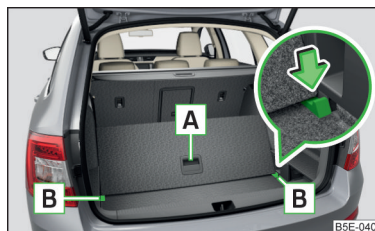

Fig. 147 Dividir el maletero con suelo de carga variable
- › Para **dividir**, levantar el suelo de carga variable en el tirador **A** e introducir la rueda trasera del suelo de carga variable en las ranuras **B** en el sentido de la flecha » fig. 147.